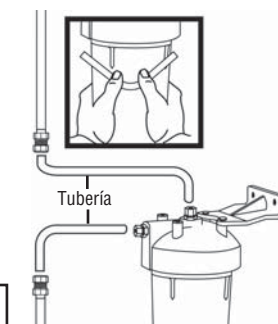

Figura 8
- Corte dos pedazos de tubería de cobre blando de 3/8 de pulgada y dóblelos como se indica. Doble la tubería para crear curvas suaves en lugar de cerradas. (Figura 8)